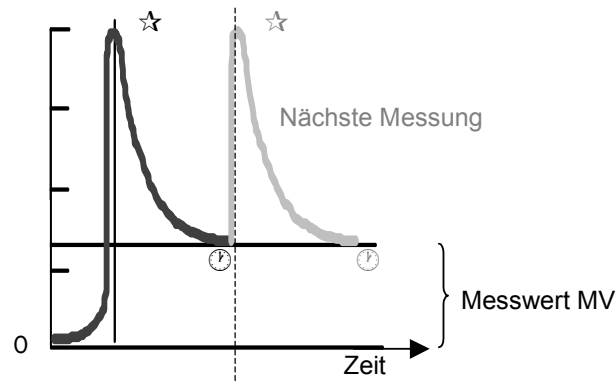

Abb. 14 Schematisches Osmogramm beim alleinigen Austausch des Proben tropfens
1. Tragen Sie den Proben tropfen auf. – Das Signal zeigt eine negative Überladung, siehe ϑ in Abb. 14.
2. Ein konstanter Messwert wird erreicht, wenn sich das thermische Gleichgewicht eingestellt hat und das Signal nicht weiter abfällt, siehe • in Abb. 14.